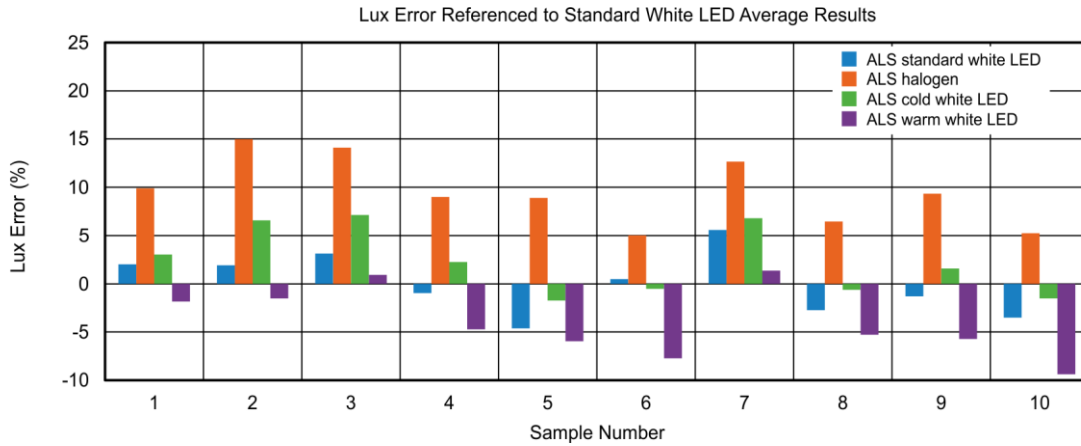

Figura 14: Accuratezza sensore
- Accuratezza tipica: vedi Figura 14